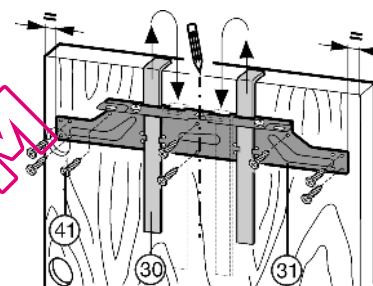

Fig. 21
- ▶ Dévisser la traverse de fixation *Fig. 21 (31)* sur les contre-écrous *Fig. 21 (32)*.
- ▶ Accrocher la traverse de fixation *Fig. 21 (31)* sur l'intérieur de la porte du meuble à l'aide des gabarits de montage *Fig. 21 (30)*.
- ▶ Aligner la traverse de fixation *Fig. 21 (31)* au centre : dessiner une ligne médiane courte sur la porte du meuble et placer dessus la pointe de flèche de la traverse.
- ▶ Visser la traverse de fixation *Fig. 21 (31)* en utilisant au moins 6 vis *Fig. 21 (41)*.
- ▶ Visser la traverse de fixation *Fig. 21 (31)* en fixant 4 vis *Fig. 21 (41)* au bord.
- ▶ Tirer les gabarits de montage *Fig. 21 (30)* vers le haut, les tourner de 180° et les enfoncer dans les logements adjacents.